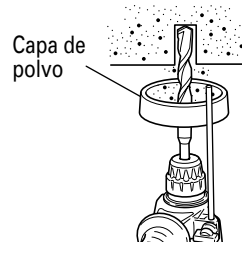
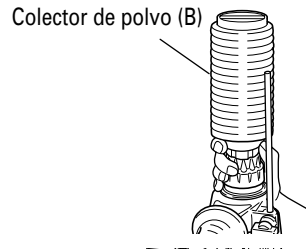

Fig. 4
Fig. 5
7. Cuando instale la copa de polvo o el lector de polvo (B) (Accesorios facultativos) (Fig. 4, Fig. 5)
Emplee la copa de polvo instalando la broca como se muestra en la Fig. 4.
- Instalación del colector de polvo (B)
Para emplear el colector de polvo (B), insértelo desde la punta de la broca alineándolo con la ranura de la empuñadura. (Fig. 5)